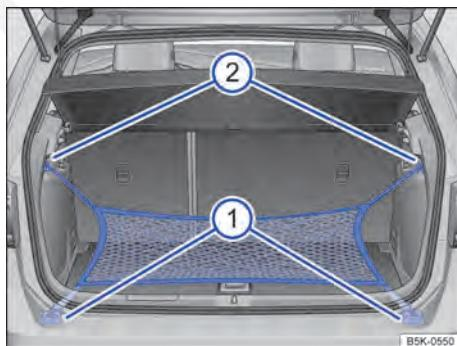

Fig. 99 No compartimento de bagagem: olhaias ① e gancho ② para prender a rede para bagagem.
- Prender os ganchos curtos da rede para bagagem nos olhais de amarração ⇒ Fig. 99 ① ⇒ ▲. O zíper da rede para bagagem deve estar voltado para cima.
- Prender a fixar as alças nos ganchos para sacolas ②.